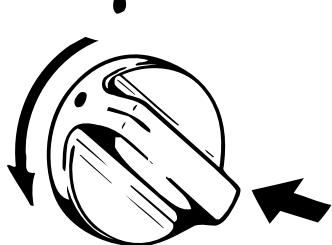

Fig. 1.3
- 4 – Regule o manípulo do termostato do gás (fig. 1.3) na temperatura desejada.